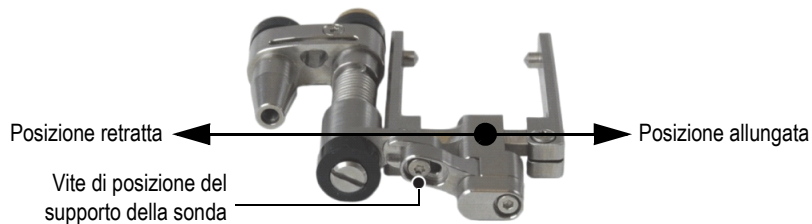

Figura 2-12 Regolazione della posizione del supporto della sonda
5. Configurare il supporto della sonda come segue (vedere Figura 2-12 a pagina 43):